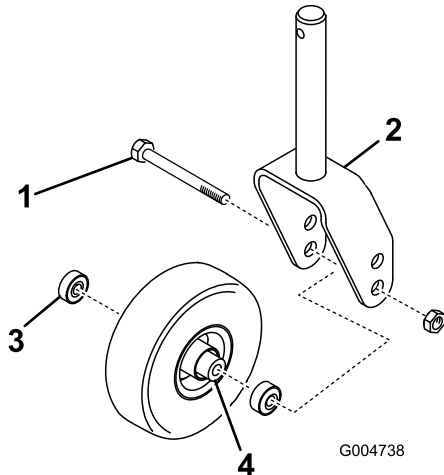

Figura 29
1. Retire la contratuerca del perno que sujeta el conjunto de la rueda giratoria en la horquilla (Figura 29). Sujete la rueda giratoria y retire el perno de la horquilla o del brazo de pivote.
2. Retire el cojinete de la rueda y deje que se caiga el suplemento del cojinete (Figura 29). Retire el cojinete del otro lado de la rueda.